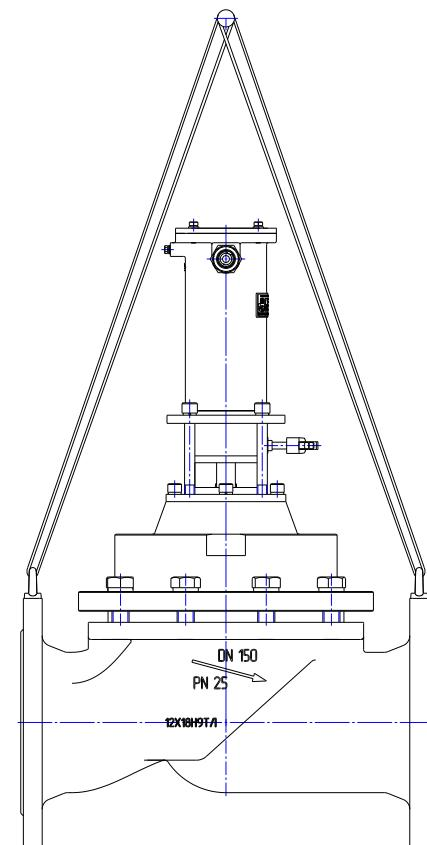

Рисунок 6 – Схема строповки клапана
7.2.1 Установить клапан через уплотнительные прокладки к ответным фланцам на трубопровод, равномерно затянув болты гайками. При установке руководствоваться схемой строеки (см. рис.6). Не допускается установка клапана на трубопровод с перекосами и несоосностью ответных фланцев. Не допускается устранять перекосы и несоосность с помощью механического воздействия на корпус клапана.